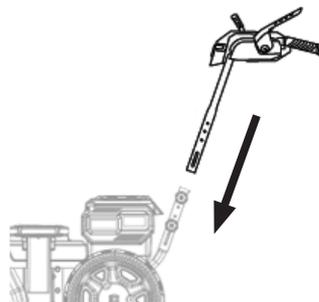

Рис. 4
2. Поднимите верхнюю рукоятку, совместите отверстия в боковых рейках верхней рукоятки с отверстиями в нижней рукоятке и закрепите рукоятку болтами и фиксирующими головками (Рис. 4).
3. На рукоятке есть три отверстия для регулировки высоты, выберите предпочтительное рабочее положение в соответствии с вашим ростом (Рис. 4).
1. Ослабьте две верхние затяжные головки и извлеките два болта (Рис. 4). Сохраните их для повторной установки.